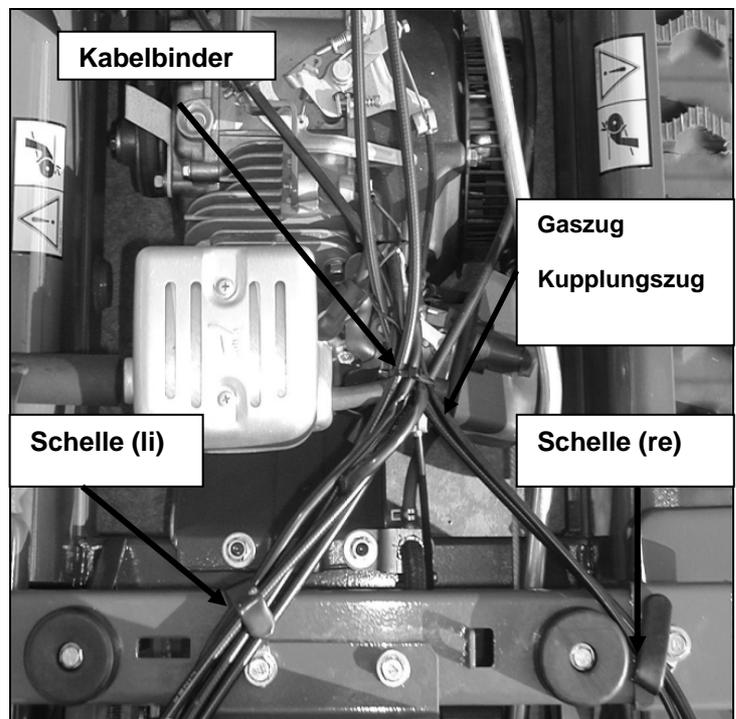

Abb. 2
4. Kippen Sie die Pritsche (siehe S. 13) und klemmen Sie die Kabel an (siehe Abb. 2).